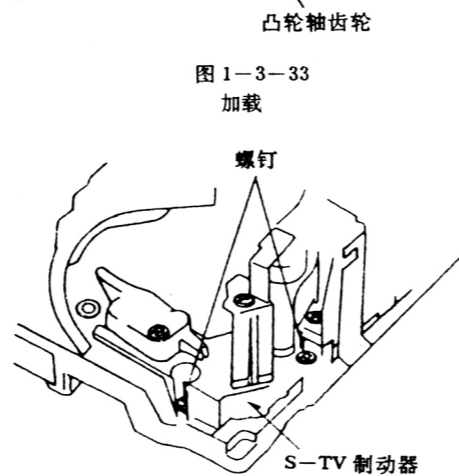

图 1-3-35
3. 按照图 1-3-35 所示先安装 S-TV 制动器, 然后拧紧图中所示的两个螺钉。